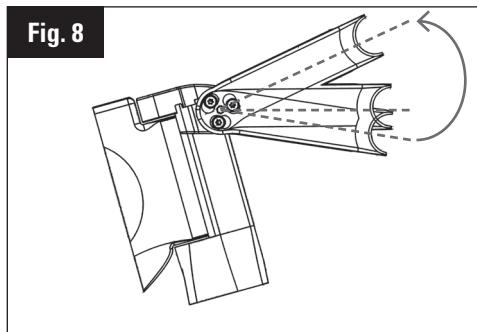

Fig. 8
8. Ajuste su posición angular. Desde el plano horizontal, las potencias pueden variar angularmente de +20° a -9° (Fig. 8).